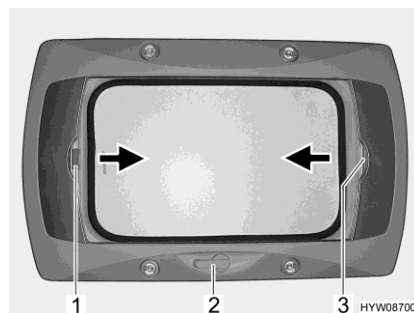

Bild 54 Kurbelhub-Dachhaube
- Die Handkurbel (Bild 54,2) drehen, bis Widerstand spürbar ist.
- Schließen:* ■ Die Faltverdunklung am Griff (Bild 54,3) in Pfeilrichtung ziehen und an der gewünschten Position loslassen. Die Faltverdunklung bleibt in dieser Position stehen.
- Schließen:* ■ Das Insektenschutzrollo am Griff (Bild 54,1) in Pfeilrichtung zum gegenüberliegenden Griff der Faltverdunklung (Bild 54,3) ziehen und einrasten lassen.
- Öffnen:* ■ Den Griff des Insektenschutzrollos (Bild 54,1) hinten nach oben drücken und das Insektenschutzrollo an der Faltverdunklung (Bild 54,3) aushängen.